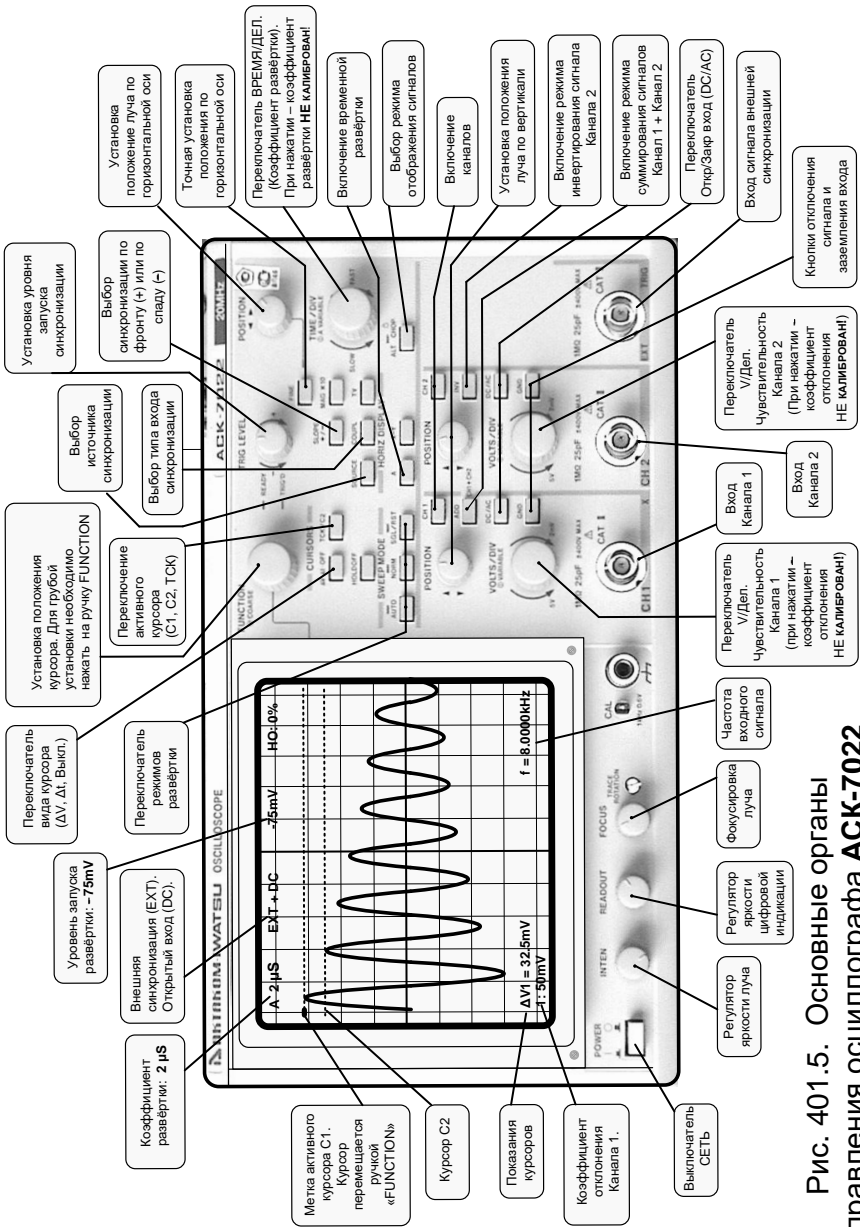

Рис. 401.5. Основные органы управления осциллографа АСК-7022
6. **Подключить** питание осциллографа **АСК-7022** и **включить** сетевой выключатель «**POWER**» (СЕТЬ) (рис. 401.5).